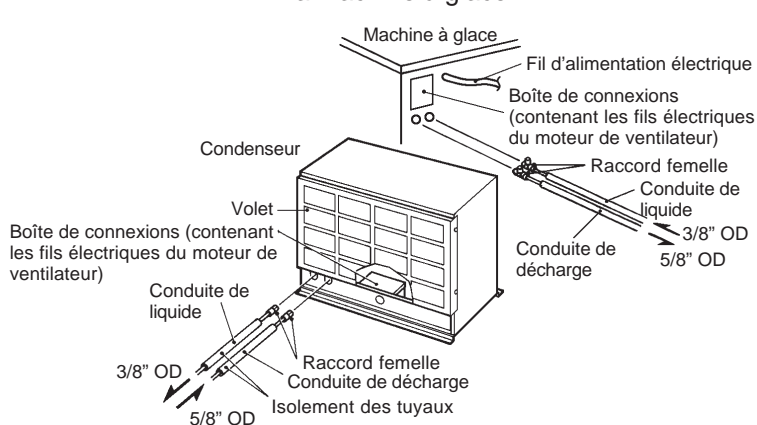

Fig. 7
- 3) Installez des tubes en cuivre de longueur suffisante munis de raccords Aeroquip, entre la machine à glace et le condenseur. Isolez séparément les deux tubes en cuivre. (Fig. 7).